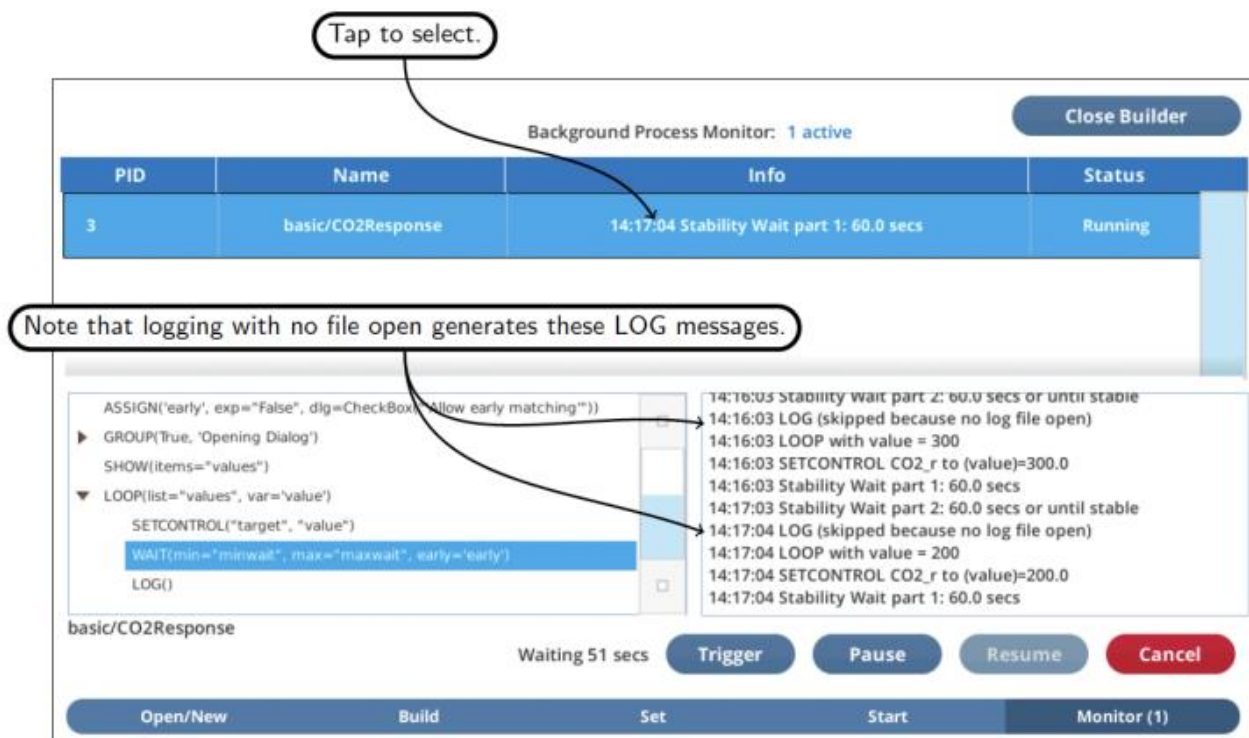

图 18: 监控多个 BP 程序运行
9. 现在我们点击最开始时我们运行的程序，我们从日志看到了他的运行操作 (图 18)。